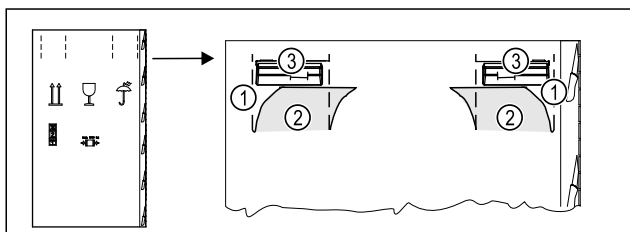

Fig. 5
- Comprimerne il cartone di imballaggio in alto sulla perforazione Fig. 5 (1).
- Estrarre le linguette compresse Fig. 5 (2).
- La maniglia di trasporto Fig. 5 (3) a destra e a sinistra è visibile.
- Tenere l'apparecchio dalle maniglie di trasporto Fig. 5 (3).